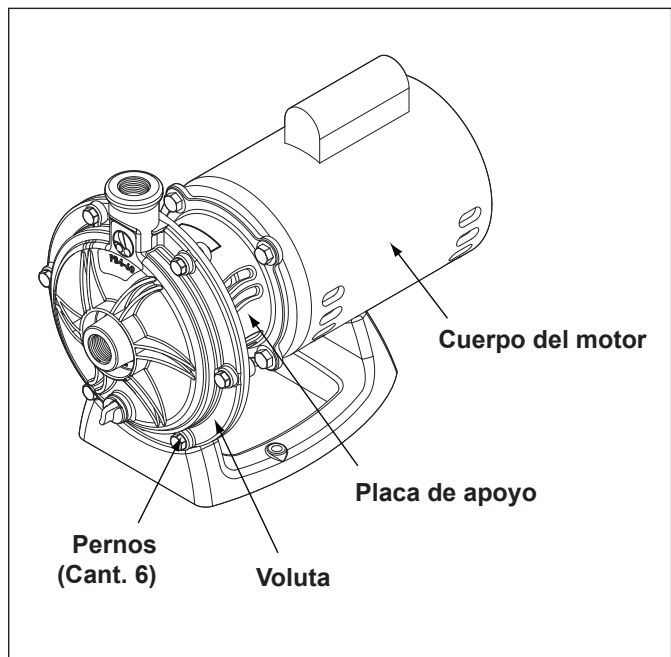

Figura 8. Retire la voluta de la bomba
3. Utilizando una llave 9/16 pulg., afloje los pernos que conectan la voluta de la bomba a la placa de apoyo del motor. Consulte la Figura 8.
5. Retire la cubierta del eje del motor en la parte posterior del motor girando el tornillo hexagonal con una llave de medialuna de 90°. Véase Figura 8. El eje del motor quedará a la vista.